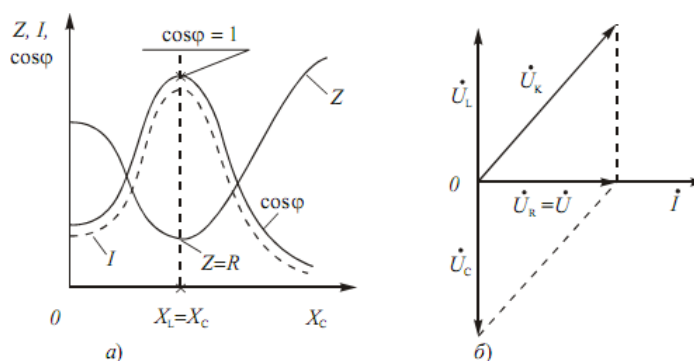

Рисунок 3.2
В простейшем случае резонанс напряжений может быть получен в электрической цепи переменного тока при последовательном включении катушки индуктивности и конденсаторов. При этом, изменяя емкость конденсаторов при постоянных параметрах катушки, получают резонанс напряжений при неизменных значениях напряжения и индуктивности, частоты и активного сопротивления цепи. При изменении емкости конденсаторов  $C$  происходит изменение реактивного емкостного сопротивления. При этом полное сопротивление цепи также изменяется, следовательно, изменяются ток, коэффициент мощности, напряжения на катушке индуктивности, конденсаторах, а также активная, реактивная и полная мощности электрической цепи. Зависимости тока  $I$ , коэффициента мощности  $\cos\varphi$  и полного сопротивления  $Z$  цепи переменного тока в функции емкостного сопротивления (резонансные кривые) для рассматриваемой цепи приведены на рис. 3.2, а. Векторная диаграмма тока и напряжений этой цепи при резонансе представлена на рис. 3.2, б.
Анализ представленных выражений (2), а также рис. 3.2, а и б показывают, что резонанс напряжений имеет ряд отличительных особенностей.